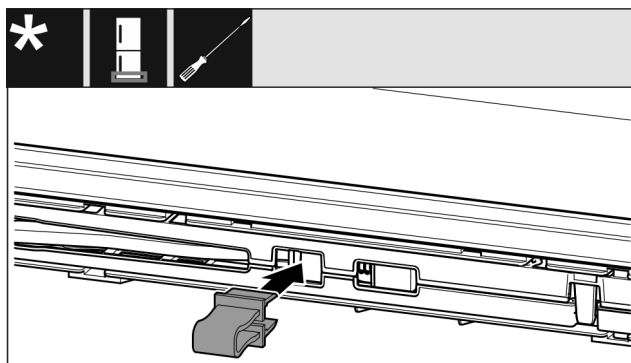

Fig. 13
- Kapni siguresën në vrimën përkatëse. (shihni Fig. 13)